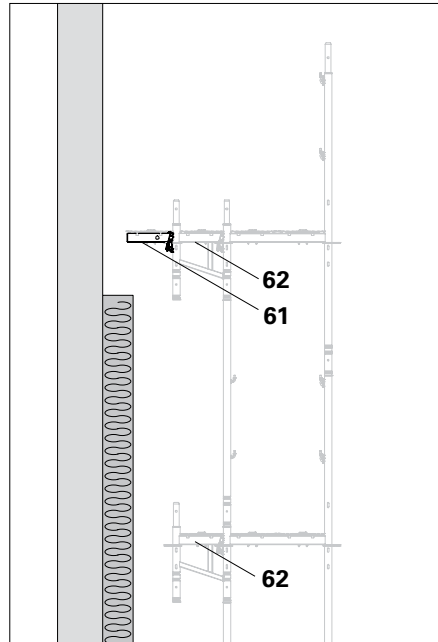

Abb. D1.07
(Abb. D1.07 + D1.08)
1. Randrahmen mit Easy Rahmen EVF (16) und vorlaufendem Stirngeländer UPA 67 (52) aufbauen.
2. Mittelrahmen mit Kopfrahm EVH (17), aufgestecktem Zapfen mit Distanzrohr URE (68), Geländerpfosten EVP (50) und Geländerholm EPG (51) aufbauen.
3. Stahlbeläge EDS (30) im Grundgerüst einhängen. (Abb. D1.07)